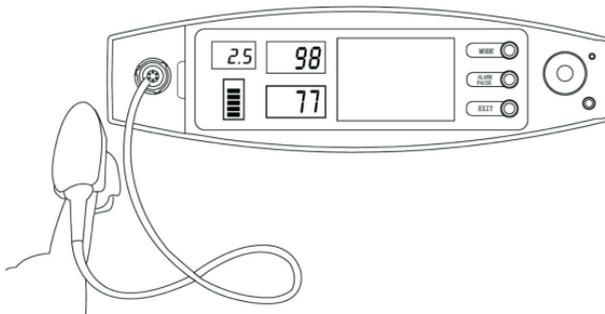

Figure 4. Croquis du placement du doigt
- 🔔 Le doigt doit être placé correctement (voir figure 4 ci-jointe), car une mauvaise installation ou position de contact du capteur influencera la mesure.
Introduire le doigt dans la sonde comme illustré dans la Figure 4.
(L'apparence de la sonde réelle peut être différente de celle illustrée à la Figure 4, veuillez-vous référer à la sonde réelle).